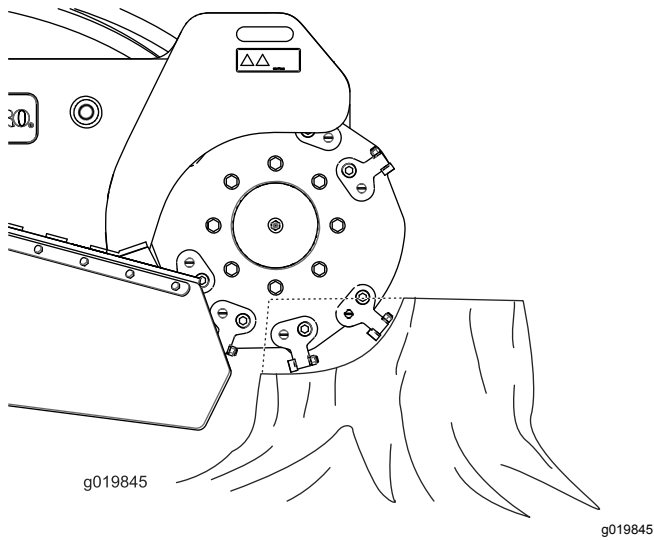

図 20
2. グラインダ制御レバーと走行コントロールを使って、グラインダを切り株の表面から2.5 cm程度低い高さに位置決めする 図 20。
4. グラインダ制御レバーを使って、グラインダで切り株の表面をゆっくりと掃くように移動させて切削を開始する 図 20。